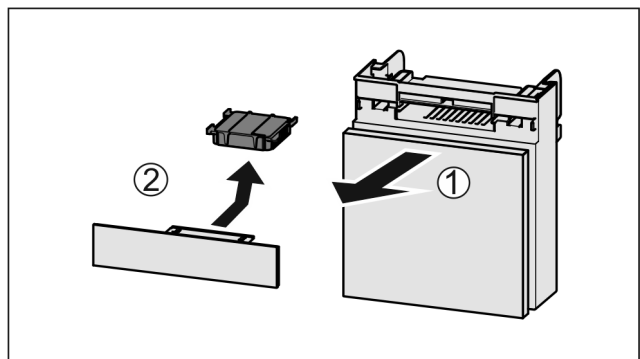

Fig. 176
- ▶ Fach nach vorne herausziehen Fig. 176 (1).
- ▶ Aktivkohlefilter entnehmen Fig. 176 (2).